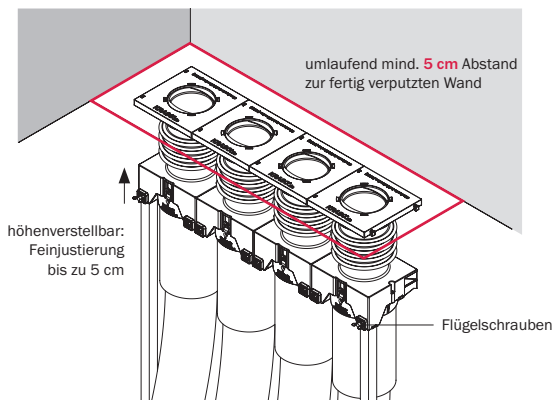

Abbildung 7.1: Positionierung
7. Positionierung (s. Abbildung 7.1)